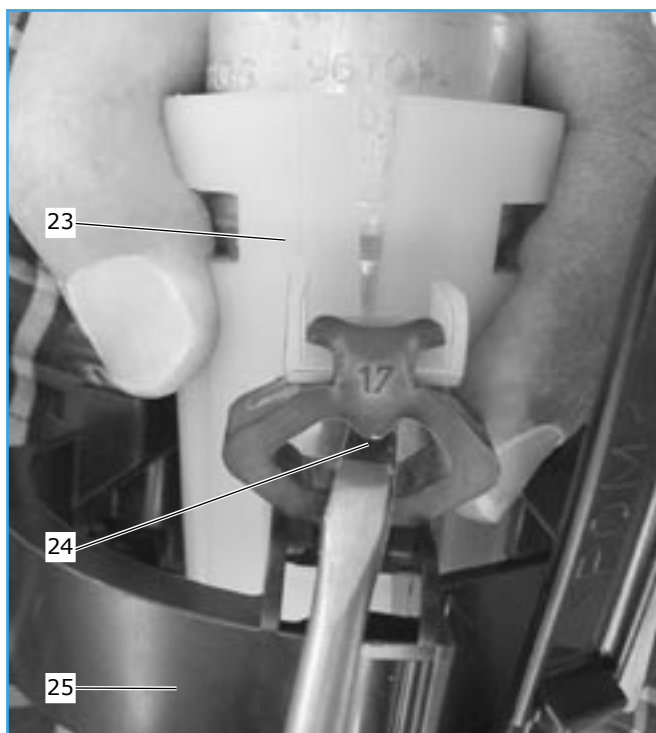

Fig. 7
- A l'aide d'un tournevis, sortez la partie supérieure des trois butoirs en caoutchouc (24) de la douille. Pour cela, appuyez sur la courbure triangulaire d'arrière vers le haut (voir Fig. 7)
- Tirez la pompe avec la douille (23) vers le haut et retirez-la du support (25).
- La pompe est fixée dans la douille par une bride (22) (voir Fig. 7). Retirez la bride (22).